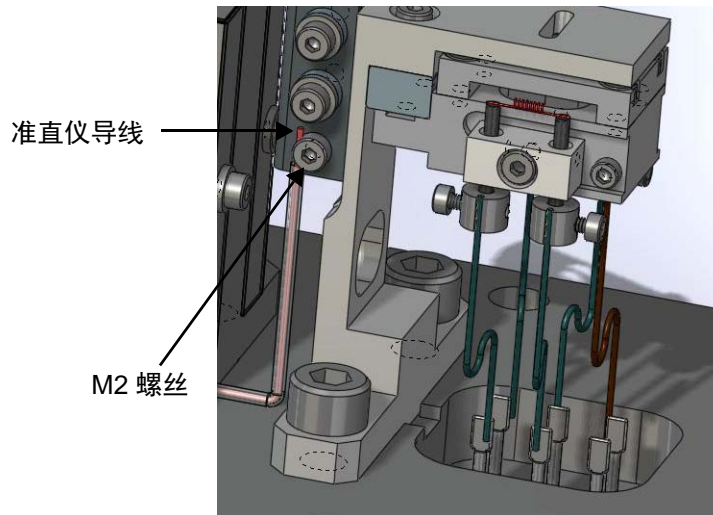

图 B-68 分压板
17. 使用 M2 螺丝将准直仪导线连接到准直仪平板上（图 B-68）。